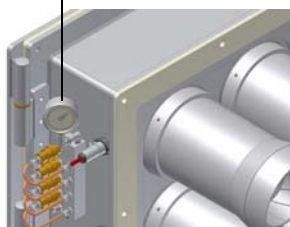

Рис. 15
- 9 Давление питания форсунки уже отрегулировано заранее на заводе-изготовителе и не должно изменяться. Только в случае необходимости, отрегулировать давление питания (см. соответствующий параграф) следующим образом: установить манометр в положение, указанное на Рис. 15, воздействовать на регулировочный винт **VR** насоса (см. Рис. 14) до получения на форсунке давления в 20 бар (форсунки Bergonzo - см. график на Рис. 13);